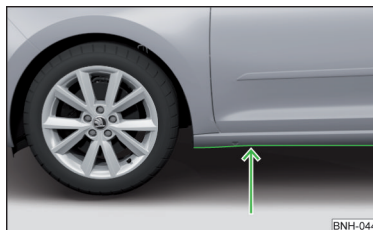

Fig. 196
- Înainte de traversarea zonei inundate, stabiliți adâncimea apei. Nivelul apei poate să ajungă maxim până la marginea inferioară a pragului » fig. 196.